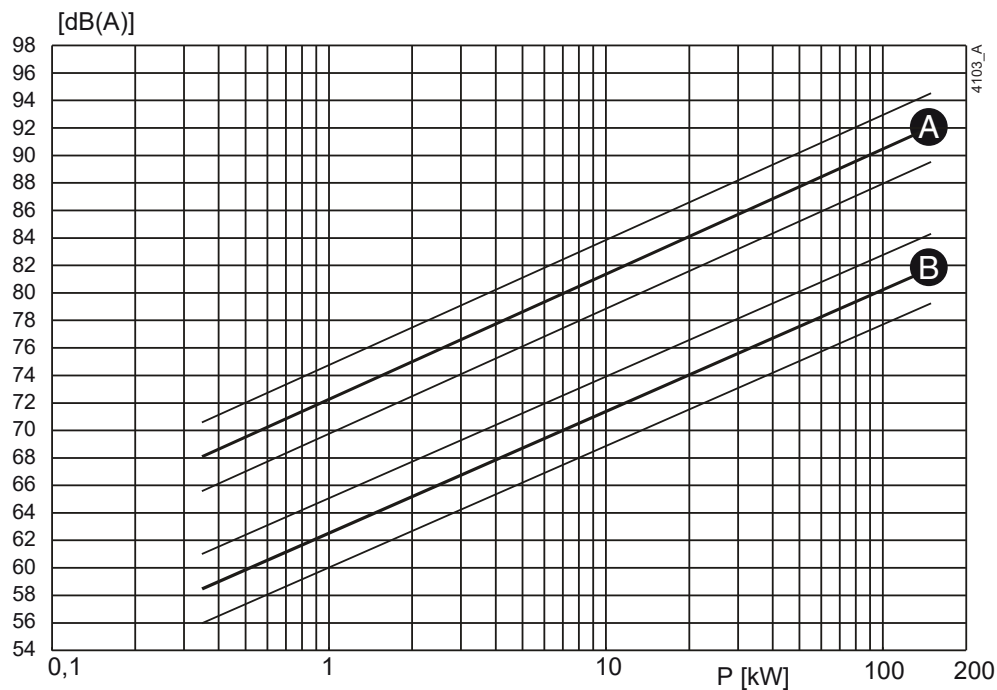
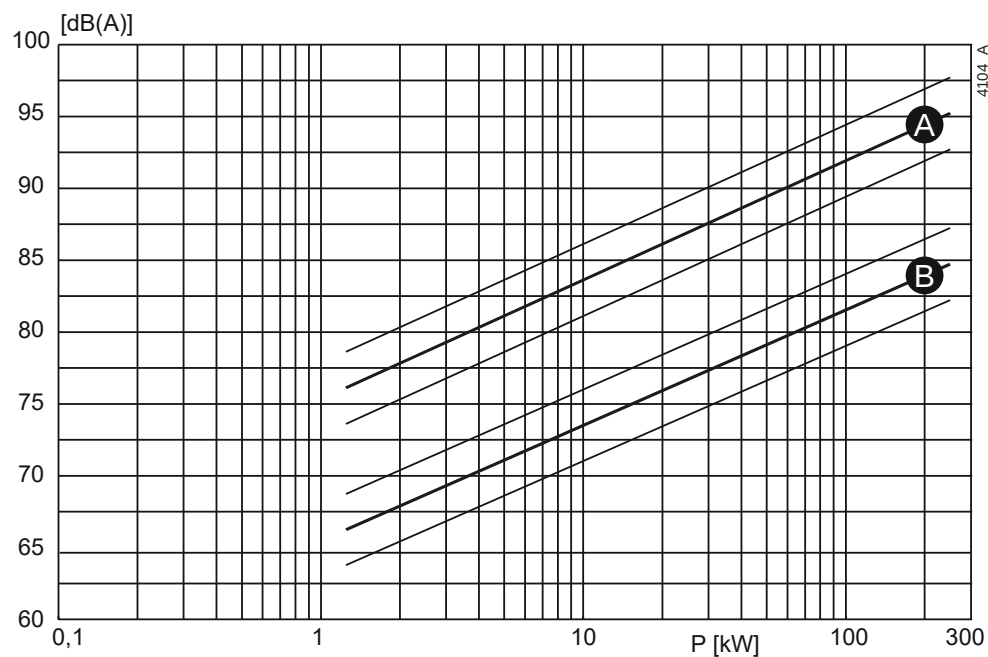

Figura 60: Nivelul de zgomot ca funcție a puterii motorului [kW] la 1450 min⁻¹
Figura 61: Nivelul de zgomot ca funcție a puterii motorului [kW] la 2900 min⁻¹
- 1 Stabiliți nivelul de zgomot (L_1) al pompei, a se vedea figura 60 sau figura 61.